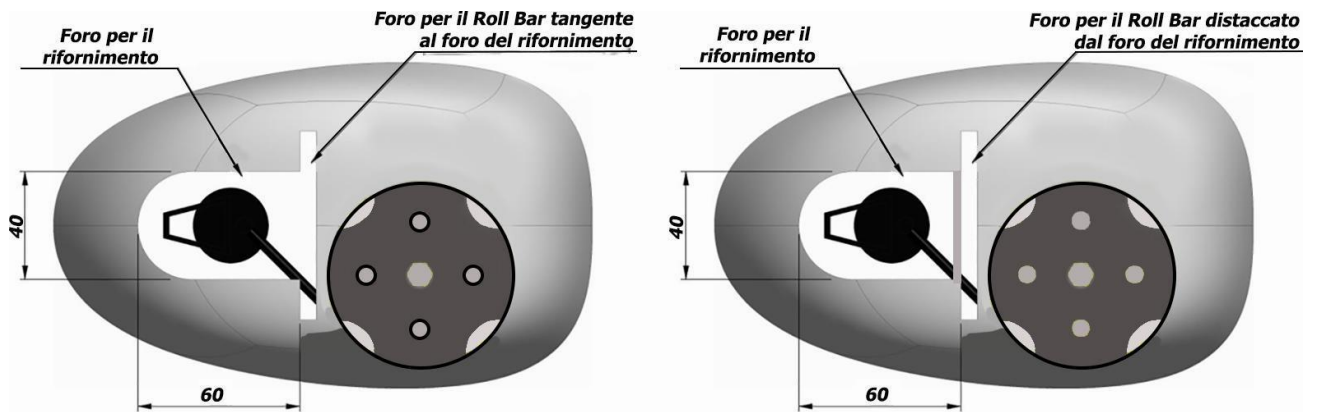

Figura 12A : Disposizioni consentite per il Foro del Roll Bar
- e) Foro con diametro massimo di 50,0 mm per bocchettone rifornimento (*vedi figura 12A alla pagina successiva*) per bocchettone di rifornimento;